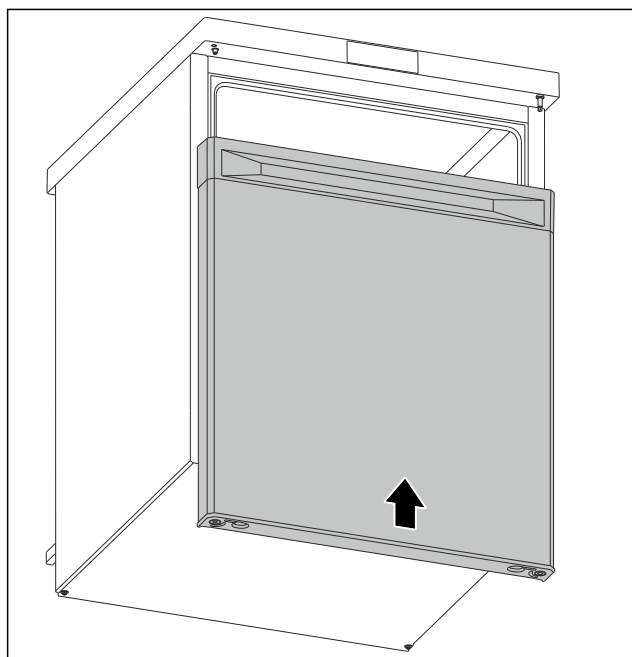

Fig. 15
- Deslizar la puerta sobre el perno superior cuando esté cerrada. (consulte Fig. 15)